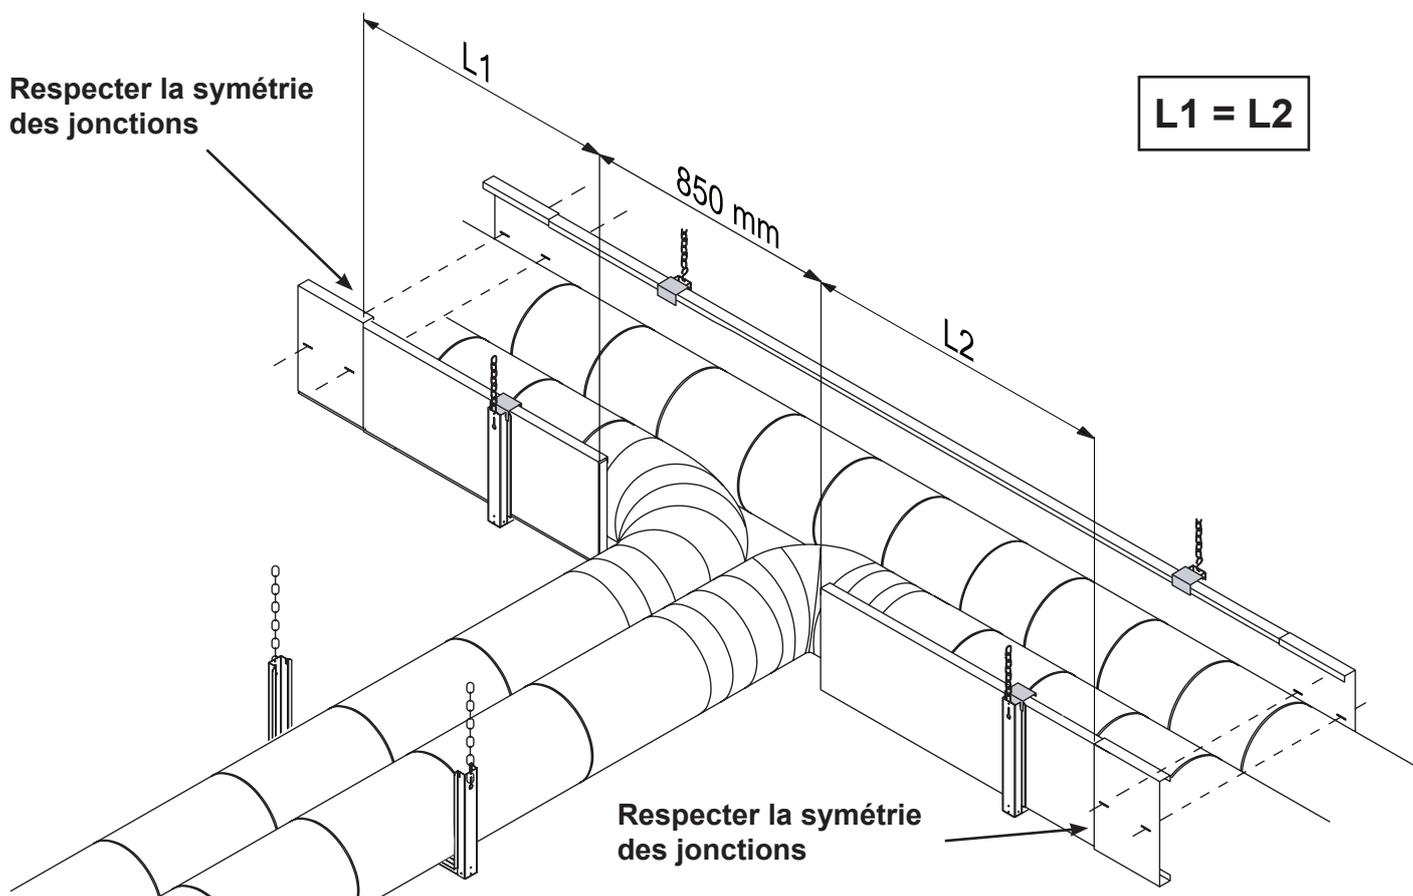

Fig. 4.52 Assemblage des côtés dans la branche en « T »
- 3) Appliquez les panneaux latéraux convenablement découpés en laissant un espace de 850 mm (fig. 4.52) et les positionner de manière à respecter la symétrie entre les joints des côtés eux-mêmes comme indiqué sur la fig. 4.52.